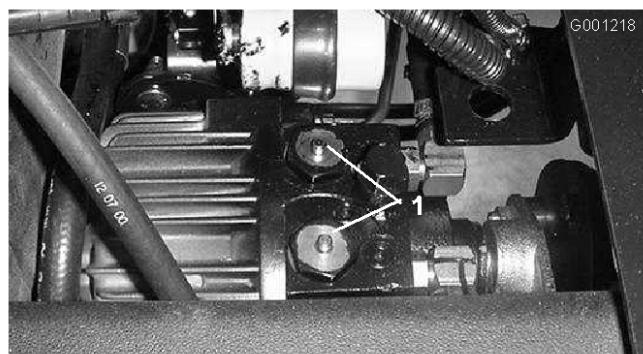

Figura 32
2. Pulse y mantenga pulsados los émbolos de los 2 conjuntos de válvula de desvío, situados encima de la transmisión (Figura 32) mientras empuja o remolca la máquina. En la ilustración de Figura 32, el asiento y la placa de montaje del asiento han sido retirados.